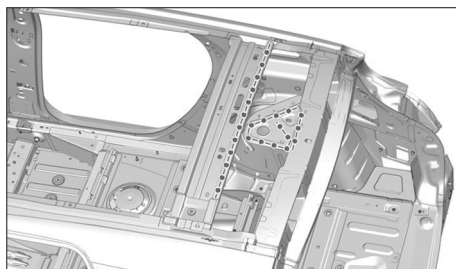

FIG. 146
- Appliquer une colle de calage indice A2 (Fig.146).